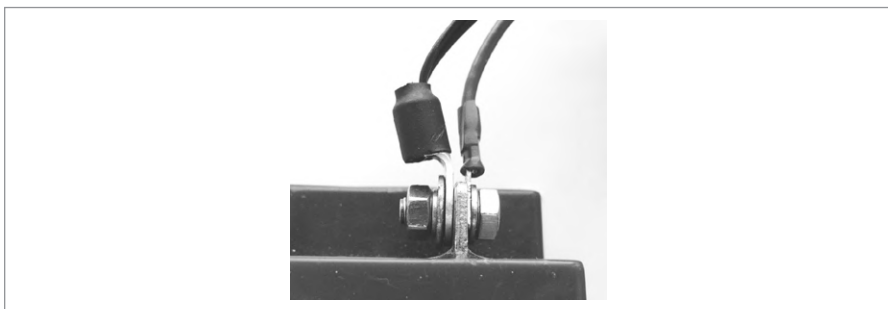

Рисунок 19.
- 2.13. Если РИП-12 исп.60 (РИП-12-3/17М1-Р-Modbus) укомплектован термодатчиком с О-образной клеммой, то к положительному выводу батареи подключите провод красного цвета и О-образную клемму термодатчика (Рисунок 19).